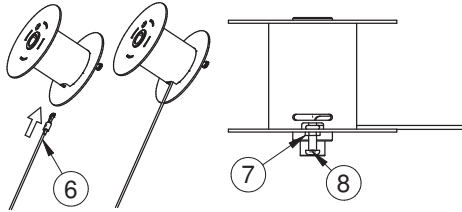

Fig. 4.4
4) Insérer le nouveau câble (Réf.6 Fig. 4.4) dans le trou et placer l'œillet sous l'écrou soudé sur le tambour (réf.7 fig. 4.4) et insérer la vis Réf.8 Fig.4.4 jusqu'à ce qu'elle s'engage dans l'œillet du câble